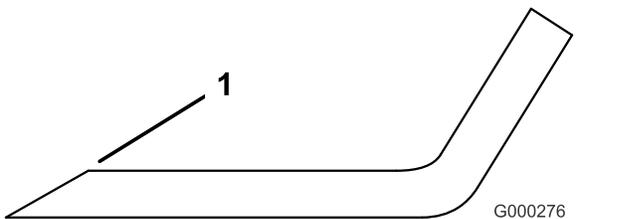

Figure 93
1. Au moyen d'une lime, aiguissez les tranchants à chaque bout de la lame (Figure 93).